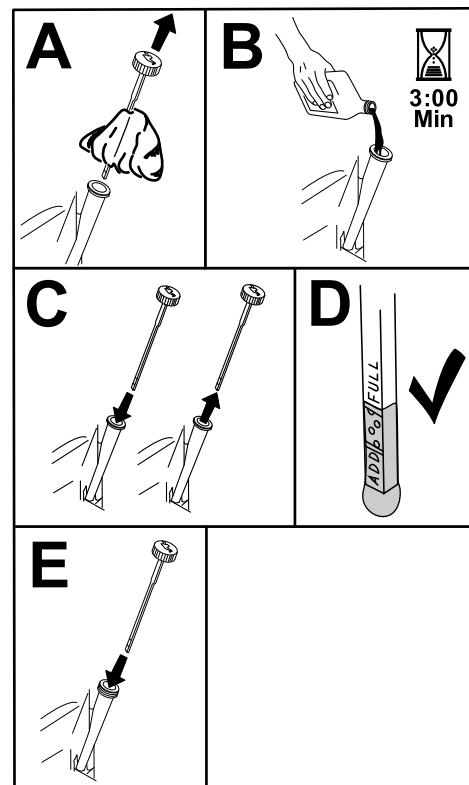

Figure 37
5. Versez lentement environ 80 % de l'huile spécifiée dans le tube de remplissage, puis faites l'appoint lentement jusqu'à ce que le niveau atteigne le repère maximum (Full) (Figure 37).